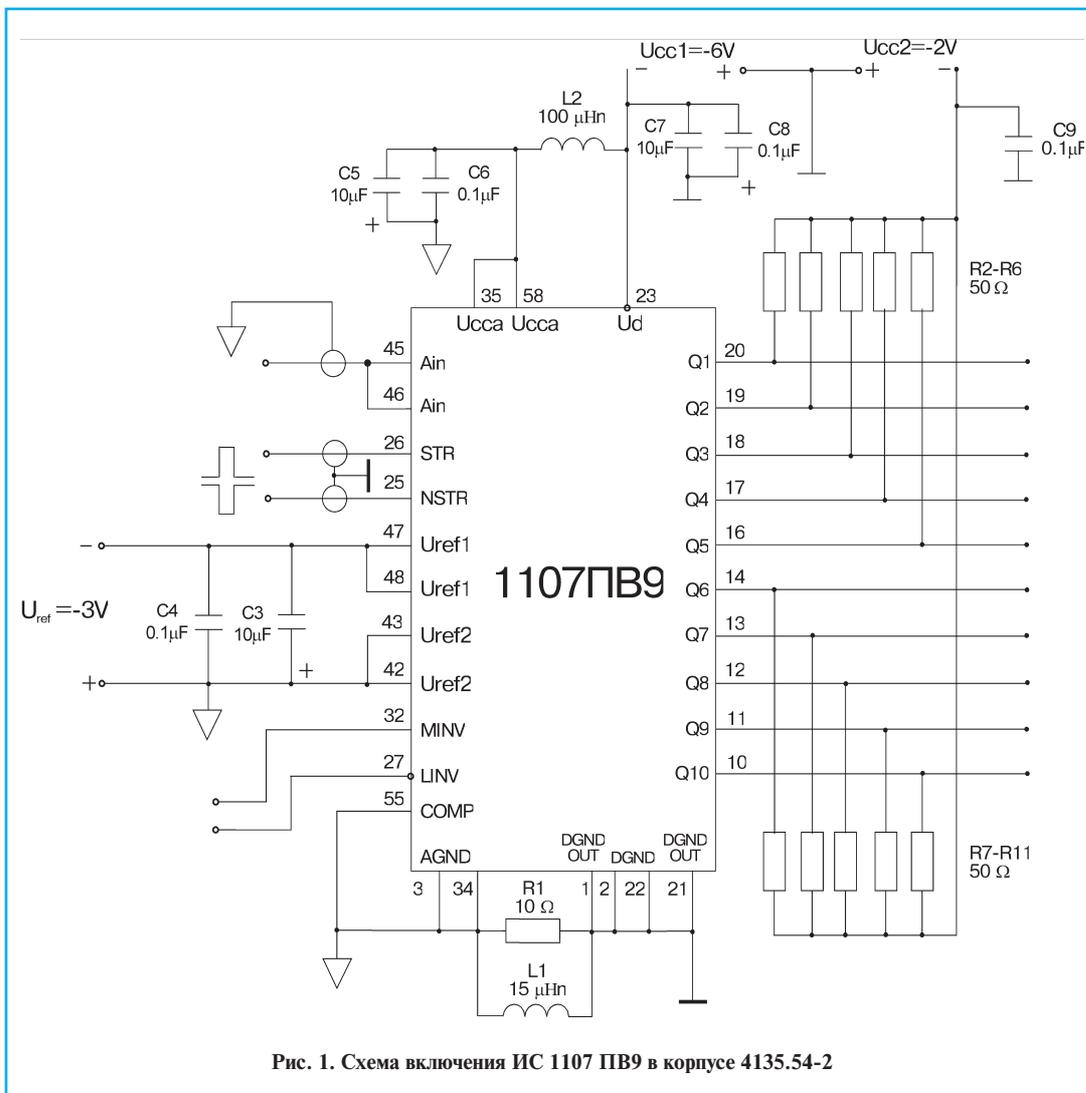

Рис. 1. Схема включения ИС 1107 ПВ9 в корпусе 4135.54-2
- навесные элементы согласно рис.1.